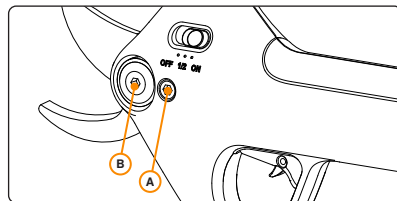

Figura 7. Retirada de la cubierta del engranaje.
2. **Retire la cubierta del engranaje.** Desenrosque los (2) tornillos Allen de 4 mm como se muestra en la figura 7